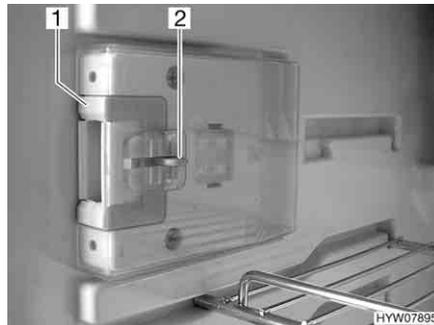
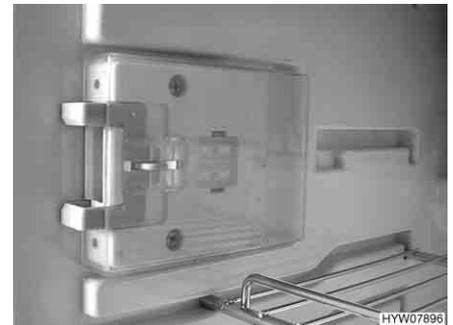

Bild 142 Verschlusseinrichtung in Normalstellung
Bild 143 Verschlusseinrichtung in Lüftungsstellung
■ Die Entriegelung (Bild 142,2) eindrücken.
■ Die Verschlusseinrichtung (Bild 142,1) nach vorn schieben (Bild 143).